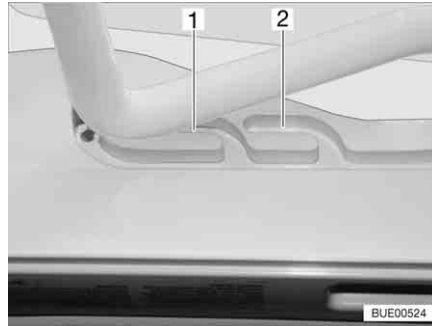

Bild 64 Heki-Dachhaube in Lüftungsstellung
- Den Bügel leicht nach oben drücken und in die gewählte Führung (Bild 64,1 oder 2) schieben.